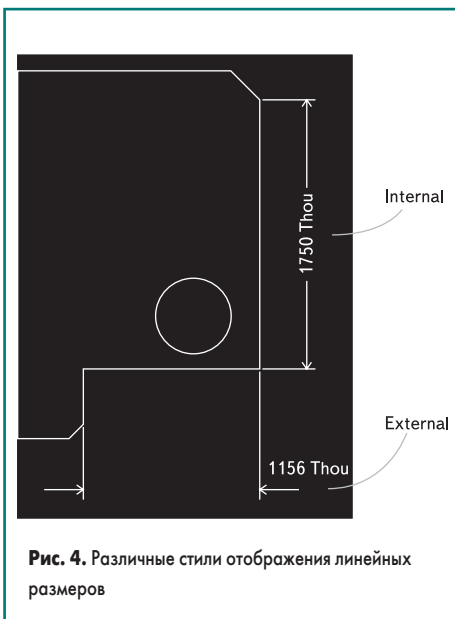

Рис. 4. Различные стили отображения линейных размеров
**Примечание:** различия между стилями линейных размеров Internal и External показаны на рис. 4. Если текст размера не помещается внутри размерных линий при выбранном стиле Internal, то система автоматически переключит стиль на External.